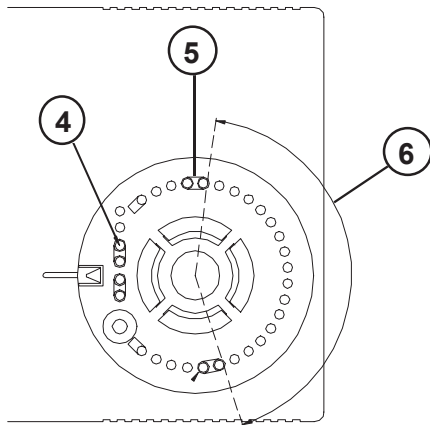

Fig. 2
2. Prelevare i cavalieri meccanici (4) parcheggiati a lato della sede manopola e posizionarli (5) come nell'esempio di Fig. 2. In questo modo il campo di rotazione (6) è ridotto come nell'arco indicato.
2. Pick up the plastic pins (4) parked at one side of the knob area and set them (5) as in the example of Fig. 2. In this example the rotation range (6) is reduced as in the shown angle.